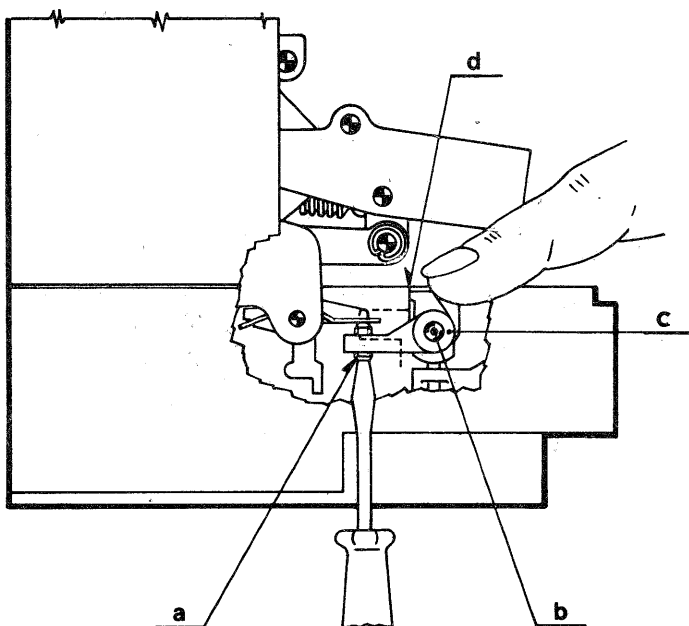

Fig. 5
- premere con un dito la leva (c) dell'albero di sgancio (b) contro il fermo (d), come indicato in fig. 5 e avvitare la vite (a) fino a determinare l'apertura dell'interruttore